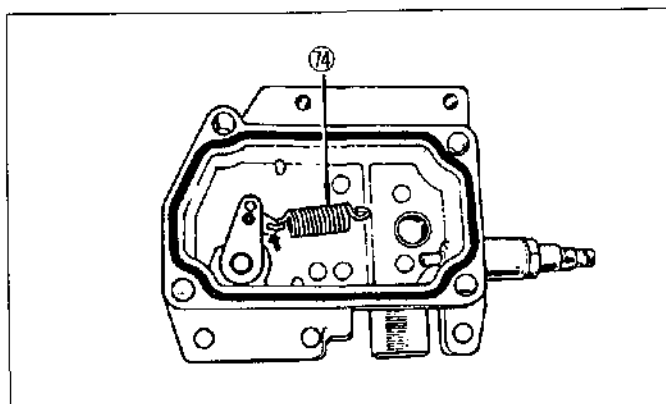

Figura.14-60 Instalación de la cubierta del regulador (1)
(1) Para el regulador de todas las velocidades, enganche el resorte de control 74 al extremo oscilante de la palanca de control. (Vea la figura.14-60)
Asegúrese de que la abertura del gancho del resorte de control 74 queda encarada a la envoltura de la bomba como se muestra en la figura.14-60.